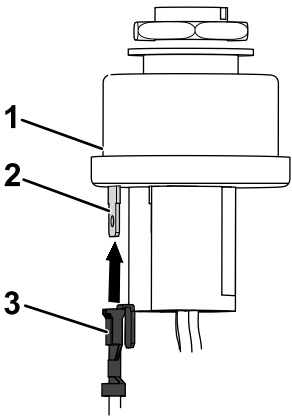

Bild 17
2. Verbinden Sie den Kabelschuh des Kabelbaumadapters mit der Klemme C des Schlüsselschalters (Bild 17).